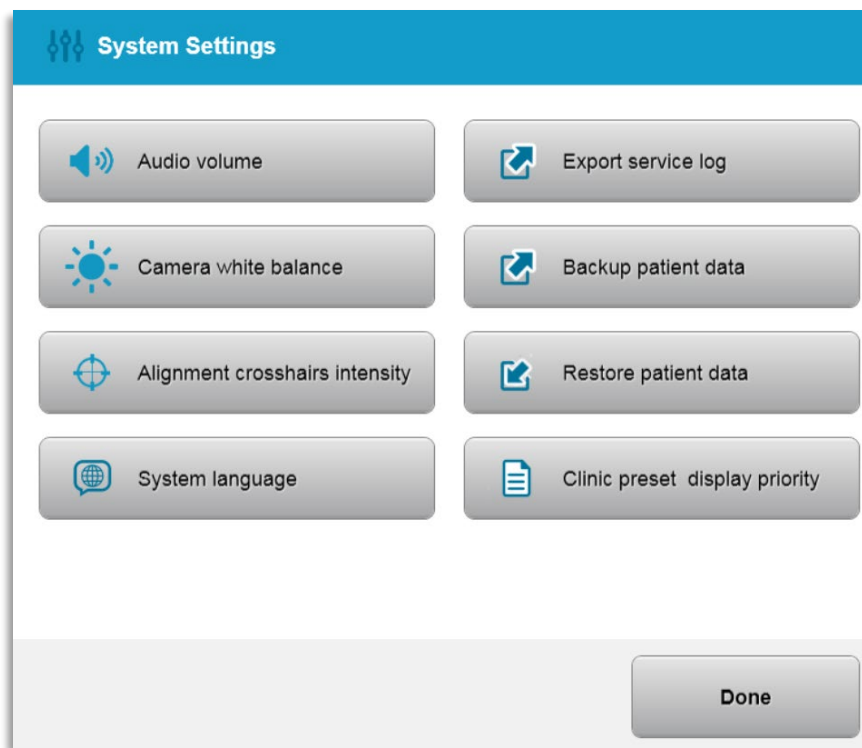

Bild 3-52. Menyn "Systeminställningar" (System Settings)
- o Välj "Systeminställningar" (System Settings) från menyn "Alternativ" (Options) för att öppna systeminställningarna, som visas på bild 3-52.